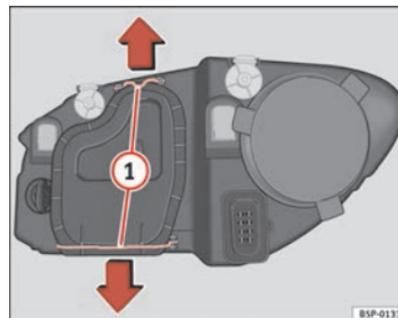

Fig. 179 Médios
- Desloque os tirantes ⇒ página 273, fig. 179 ① no sentido da seta e puxe a tampa.